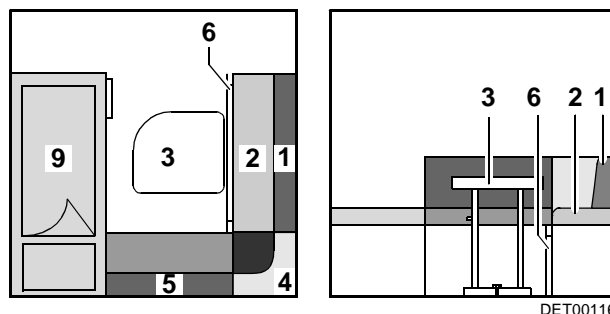

Fig. 66 Avant la transformation
- Convertir la table (Fig. 66,3) en sommier de lit (voir paragraphe 7.7).
- Faire ressortir la rallonge du coffre de banquette (Fig. 66,6).